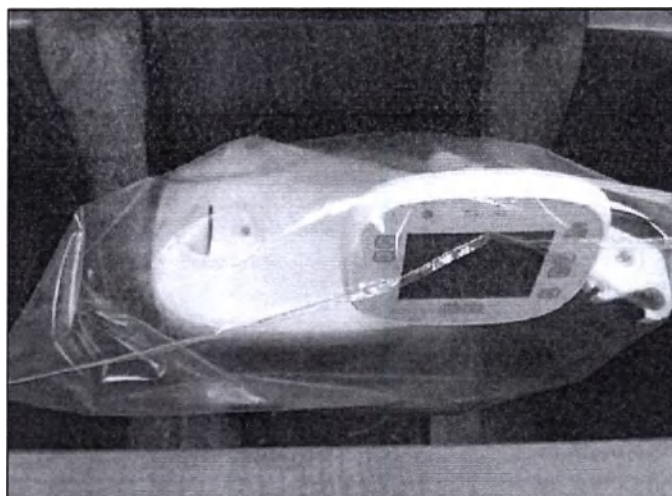

Рисунок 7.4: Извлечение аппарата из тары (3)
4. Поднимите аппарат из коробки для транспортировки, удерживайте его обеими руками (см Рисунок 7.4):